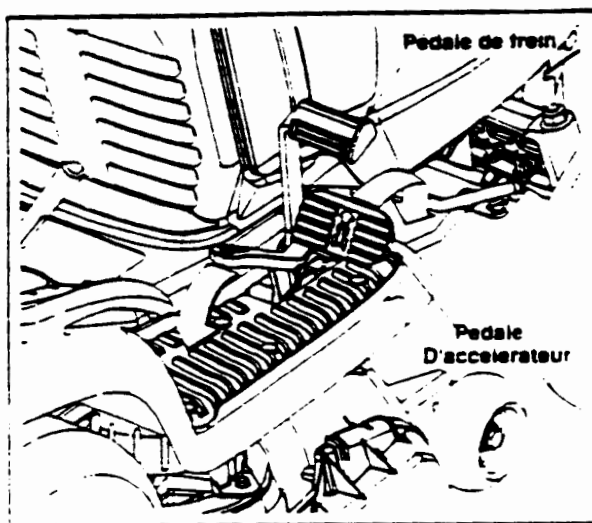

Figure 6
- Pour vous déplacer en MARCHE AVANT, appuyer lentement sur la partie supérieure de la pédale d'accélérateur jusqu'à l'obtention désirée. Voir la figure 6.